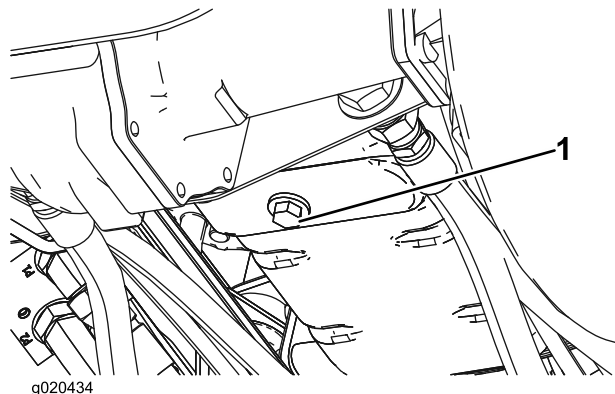

Figura 51
1. Retire el tapón de vaciado (Figura 51) y deje fluir el aceite a un recipiente apropiado. Cuando todo el aceite se haya drenado, instale el tapón de vaciado.